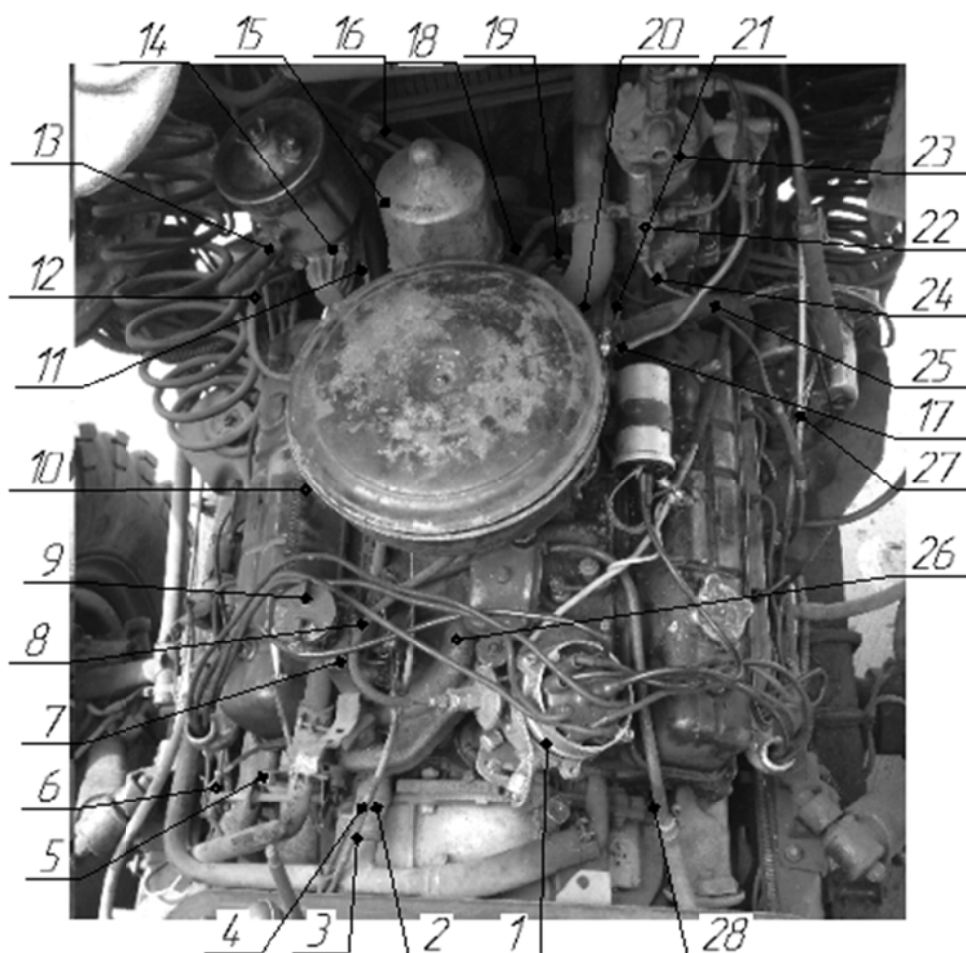

Рис. 2.10. Двигатель (вид сверху):
28. Вывернуть соединительные гайки и отсоединить трубопроводы от головки компрессора 23 (рис. 2.10) и регулятора 22 давления воздуха	Ключи 12 × 14, 22 × 24
43. Ослабить хомут, снять сливной шланг 13 (рис. 2.10) гидроусилителя руля и закрыть отверстия в трубке и шланге деревянными пробками	Отвертка Б150 × 0,5, молоток АЗ
56. Зачалить двигатель в сборе с коробкой передач и коробкой отбора мощности захватом за рым-болты 5 (рис. 2.10), поднять, установить на подставку и снять захват	Кран, захват, подставка под двигатель
73. Снять деревянные пробки, подсоединить трубку 12 (рис. 2.10) нагнетательного шланга к насосу 14 гидроусилителя руля и вернуть соединительную гайку	Ключ 14 × 17
89. Установить трубопроводы в штуцера головки компрессора 23 (рис. 2.10) и регулятора 22 давления воздуха и ввернуть соединительные гайки	Ключи 12 × 14, 22 × 24